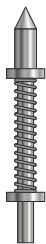
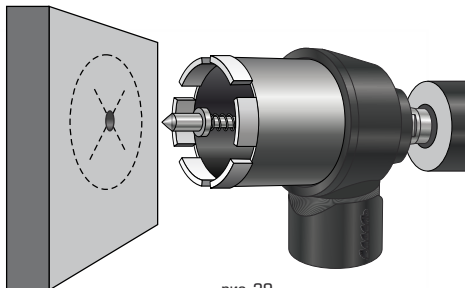

рис. 28
рис. 29
- Ручная разметка центра отверстий. В комплект пылеотвода Адель® M18 x M16 входит центратор (рис. 28). Установите в пылеотвод центратор (рис. 29) и начинайте сверлить.